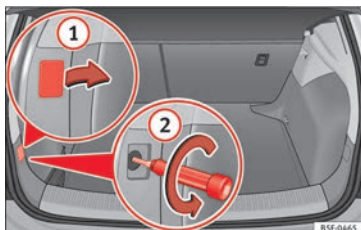

Fig. 115 Bagageira: Posição do parafuso de fixação da unidade de luz traseira.
» **Fig. 115 ①**.
- Cuidadosamente, desaperte o parafuso que existe por trás com uma chave de fendas, no sentido contrário ao dos ponteiros do relógio (seta) » **Fig. 115 ②**.